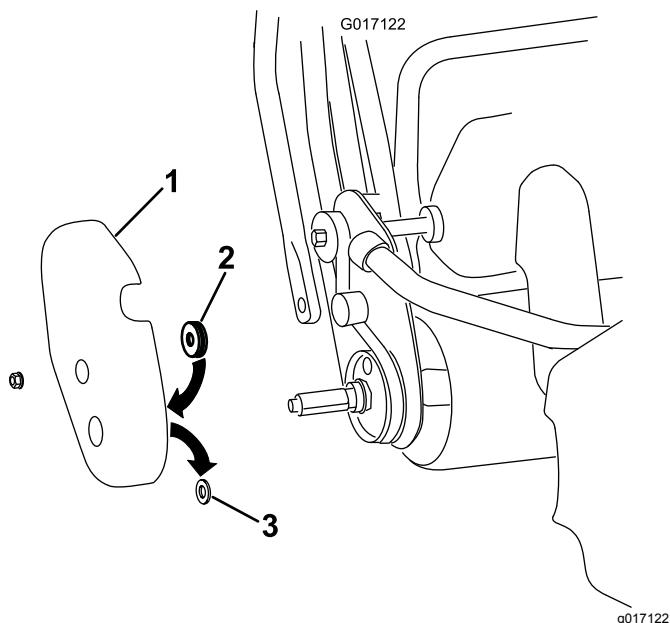

Figura 5
- Rimuovete il coperchio del tamburo destro dalla macchina (Figura 5).
- Rimuovete ed eliminate l'anello passacavi in gomma dal foro dell'assale nel coperchio del tamburo (Figura 5).
- Fissate la guarnizione di filtro all'interno del coperchio posizionandola attorno al foro dell'assale (Figura 5).